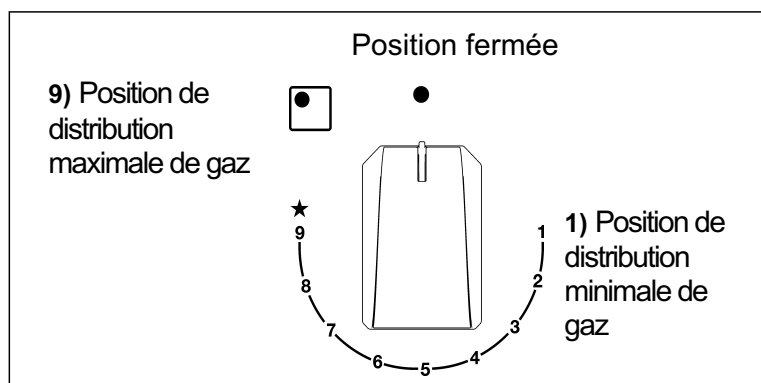

FIG. 17
Enfoncez et tournez en sens inverse horaire le bouton correspondant au brûleur à utiliser, tournez-le sur la position Maximum  (Position 9 fig. 17) puis appuyez à fond sur le bouton, le robinet est équipé d'une échelle de 9 positions, à chaque clic la flamme est réduite jusqu'à ce que vous atteigniez la position de 1, c'est-à-dire l'apport minimum de gaz.
Pour les brûleurs munis d'un thermocouple de sécurité, tournez en sens inverse horaire le bouton correspondant au brûleur à utiliser, tournez-le sur la position Maximum (Position 9 fig. 17) jusqu'à ce que vous sentiez un arrêt léger puis appuyez sur le bouton. Lorsque le brûleur est allumé, maintenez le bouton enfoncé pendant 10 secondes environ.
- Lorsque le point d'ébullition est atteint, tournez le bouton sur Minimum (Position 1, fig. 17).
- ***l'allumage des brûleurs avec un thermocouple de sécurité n'est possible que lorsque le bouton se trouve sur la position Maximum (Position 9, fig. 17).***